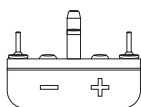
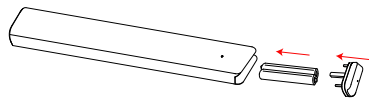

Figura 1
Figura 2
3. Instale las pilas en su compartimento tal y como se muestra en la ilustración (Figura 2). Observe que la cubierta de dicho compartimento hay indicaciones sobre la polaridad -positiva y negativa- de las pilas (Figura 1). Ponga de nuevo la cubierta en su lugar y seguidamente compruebe que el mando a distancia funciona correctamente.